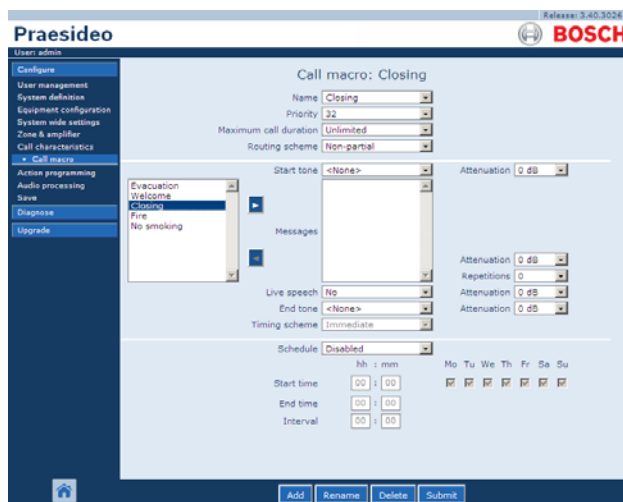

рисунок 47.5: Добавление макрокоманды, шаг 4
- 4 Нажмите кнопку *OK* для добавления в систему макрокоманды в список макрокоманд. В основной части веб-интерфейса откроется экран, подобный экрану, приведенному на рисунок 47.5.